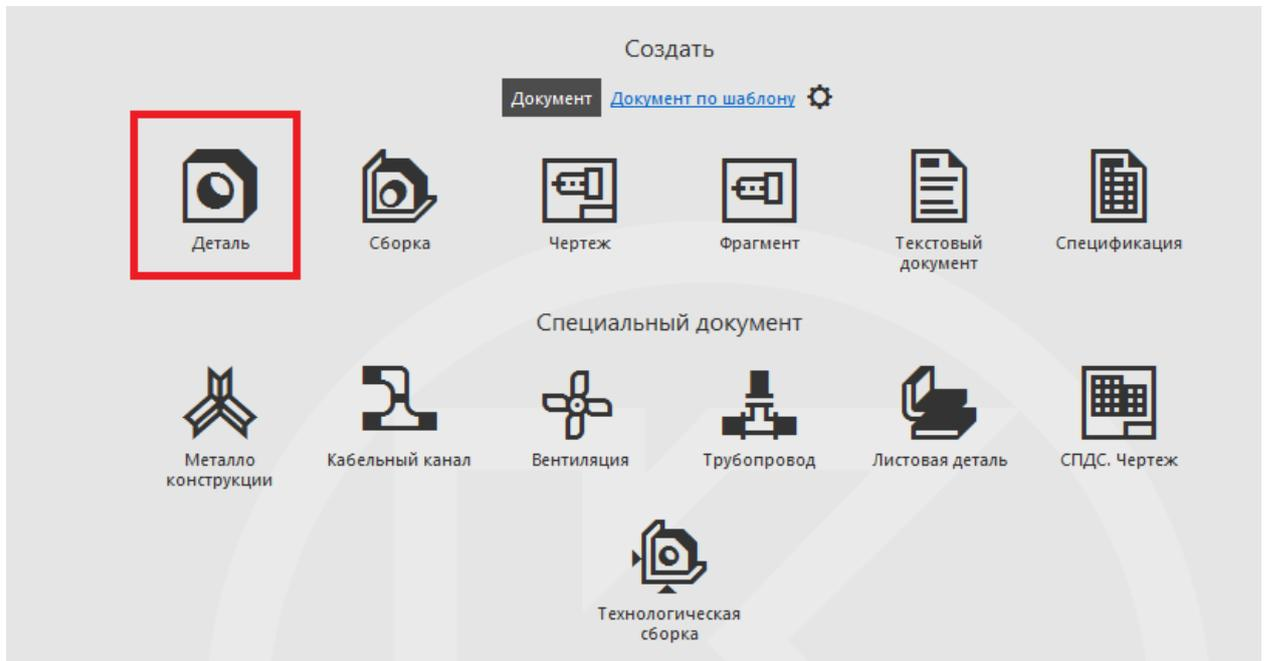

Рис. 129
1. В САПР КОМПАС-3D создаём документ «Деталь» (рис. 129).